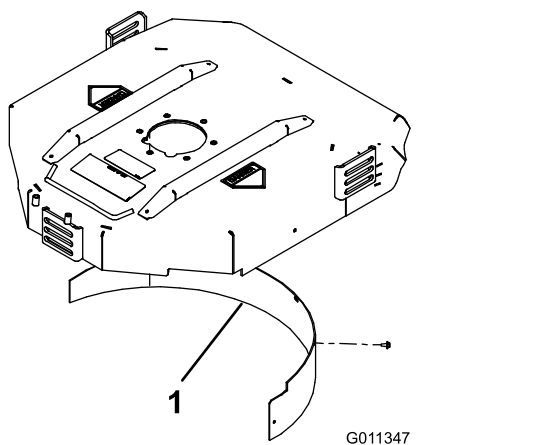

Figure 7
2. Montez le déflecteur de déchiquetage dans l'ouverture arrière et fixez-le avec 5 boulons à embase (Figure 7).